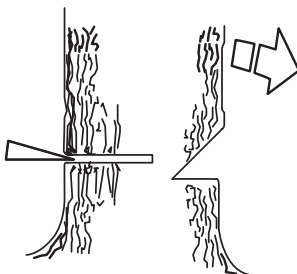

Рисунок 15 — Валочный пропил
• Валочный пропил (см. рис. 15) должен быть расположен примерно на 3–5 см выше нижнего подпила.